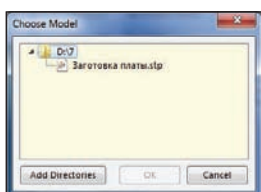

Рис. 9. Окно *Choose Model*
*Properties*, в которой указывается, с какой стороны платы следует располагать подключаемую модель и в каком слое она будет отображаться в двумерном режиме. В нашем случае это соответственно *Top Side* и *Mechanical1*. Если выбрать *Bottom Side*, "заготовка" будет перевернута. Самая главная для нас область — *Generic STEP Model*. Снизу данной области расположены две кнопки; нажимаем правую — *Link To STEP Model*. По ее нажатию откроется окно *Choose Model*, в котором необходимо выбрать интересующий нас STEP-файл (рис. 9).